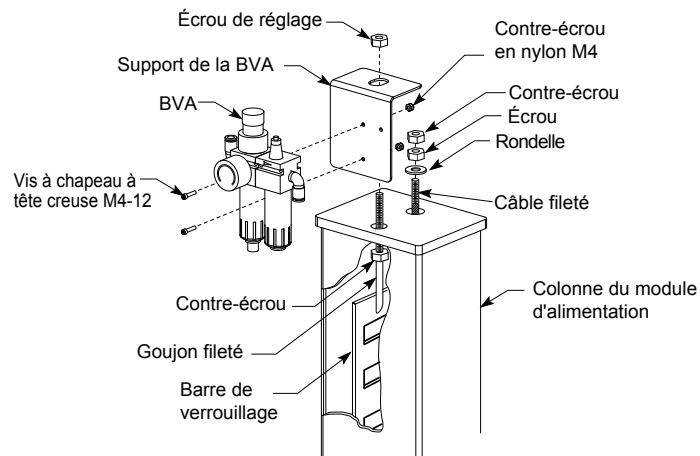

Fig. 7a
- B. Fileter le contre-écrou jusqu'au goujon fileté de la barre de verrouillage dans la mesure du possible. Remettre la barre de verrouillage à l'arrière de la colonne. Fileter l'écrou de réglage jusqu'au goujon fileté jusqu'à ce que l'écrou et la plaque supérieure affleurent, Fig. 7a. Faire de même pour les autres colonnes.
- C. Placer le support au-dessus de la colonne du module d'alimentation de la BVA. Faire passer le goujon fileté par le trou de la plaque supérieure et du support de la colonne, Fig. 7a.